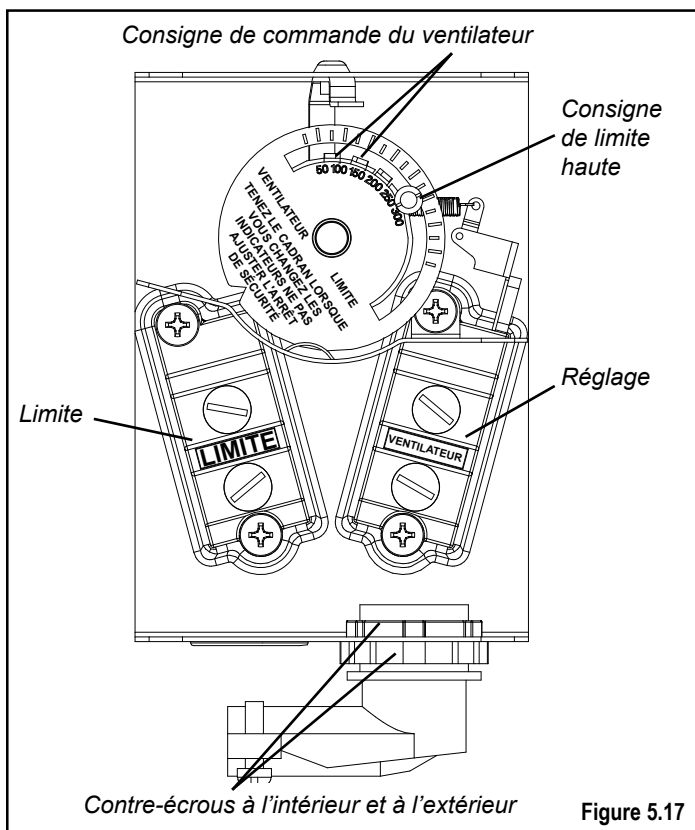

Figure 5.17
4. Ouvrez l'une des alvéoles défonçables en bas de la commande du ventilateur. Installez le coude à 90° du flexible comme illustré sur la Figure 5.17. L'un des contre-écrous reste à l'extérieur du boîtier, l'autre est placé à l'intérieur pour maintenir le coude en place. Cela laisse plus de place pour les fils des interrupteurs.
6. Connectez les deux fils, violet et noir, à l'interrupteur de COMMANDE DU VENTILATEUR. (Les fils peuvent être connectés à n'importe quelle vis.) Figure 5.17
7. Connectez les fils BLANC et BLEU CIEL à l'interrupteur de FIN DE COURSE. (Les fils peuvent être connectés à n'importe quelle vis.) Figure 5.17
10. **COMMANDE DU VENTILATEUR** réglage: Déplacez le pointeur le plus à gauche à la position 120°, puis déplacez le pointeur vers la droite de celui-ci à la position de 150°. Figure 5.17. C'est un bon point de départ, cependant, les réglages entre les deux pointeurs peuvent avoir besoin d'être modifié si les cycles courts se produisent.